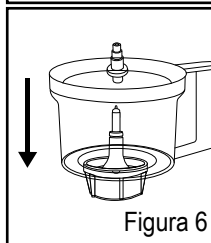

Figura 6
3. Coloque o eixo adaptador para o disco na base do acessório (Figura 6). Seu acessório processador de alimentos pode ser usado de duas maneiras: